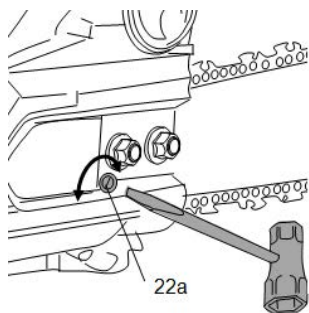

Abb. 11
- 3) Drehen Sie die Spannschraube (22a), bis die „Verbindungen“ der Kette gerade die untere Kante des Führungsschwerts (13) berühren (Abb. 11, 12).